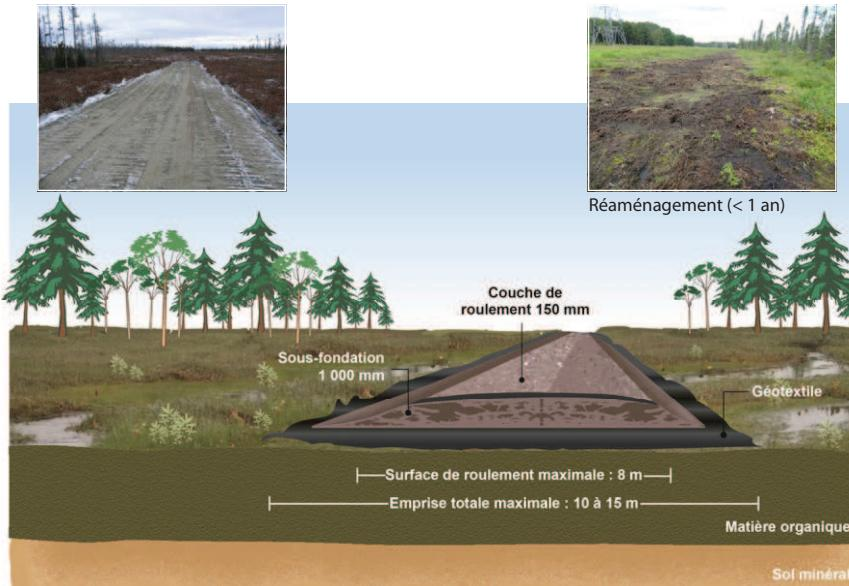

Figure A.4 : Chemin en remblai sur membrane géotextile
Chemin en remblais (figures A.4 et A.5)	Ce type de chemin est aménagé avec du matériau granulaire provenant de carrière ou de sablière lorsque le matériel tout-venant sur place n'offre pas les caractéristiques nécessaires pour permettre la circulation de la machinerie.
- Lorsque l'aménagement d'un chemin requiert la mise en place de remblai ou de matériel tout-venant qui doit être retiré à la fin des travaux lors du réaménagement final, une membrane géotextile est installée sous ce dernier (figures A.4 à A.7).